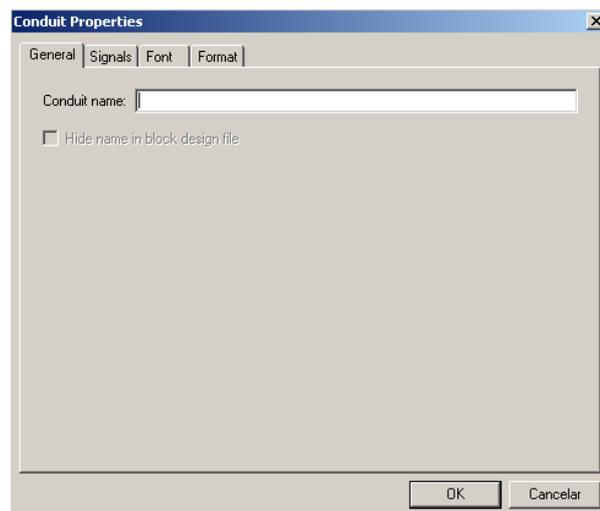

Figura 3.24 Tela para especificar as propriedades do conduíte.
2. Em seguida especificar as propriedades do conduíte, ou seja, quais sinais do bloco1 que ele está interligando ao bloco2. Para isso, clicar em cima do conduíte para selecioná-lo e com o botão da esquerda do mouse clicar sobre o conduíte, onde vai aparecer uma caixa com a opção “**properties**”. Ao escolhe-la vai aparecer uma janela, mostrada na Figura 3.24, onde deve-se indicar quais sinais dos blocos estão interligados.